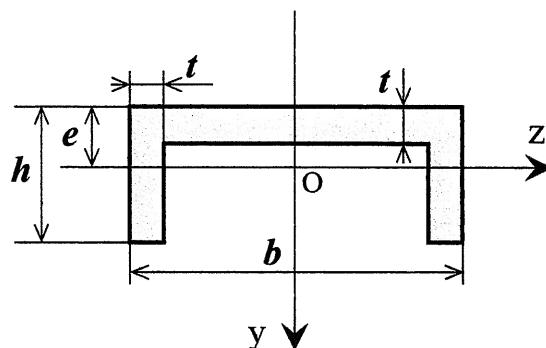

図2 断面形状
- (1) 図2に示す断面形状における、図心(centroid)Oの位置 e と、図心を通るz軸まわりの断面二次モーメント(moment of inertia of area)を求めよ。ただし、 $h=3t$, $b=8t$ とする。
- (2) 点A, Bそれぞれにおける支点反力(reaction force) R_A , R_B を求めよ。なお、支点反力の正符号(positive sign)は図中の矢印方向(arrow direction)とすること。
- (3) 区間ACにおいて点Aからの距離が x の断面に作用するせん断力(shearing force) Q_x 、曲げモーメント(bending moment) M_x を求め、はりのせん断力線図(S.F.D.: Shearing Force Diagram)、および曲げモーメント線図(B.M.D.: Bending Moment Diagram)を図示せよ。ただし、主要な点にはその値を記入すること。なお、せん断力および曲げモーメントの正符号の定義は別図で示すこと。
- (4) 区間ACと区間BCに蓄えられる弾性ひずみエネルギー(elastic strain energy)をそれぞれ求めよ。
- (5) 区間ACと区間BCに蓄えられる弾性ひずみエネルギーが等しくなるAC間の距離 a を求めよ。さらに、その時の点Cにおけるたわみ(displacement)を求めよ。
- (6) また、この時の点Cにおけるたわみ角(slope angle)も求めよ。